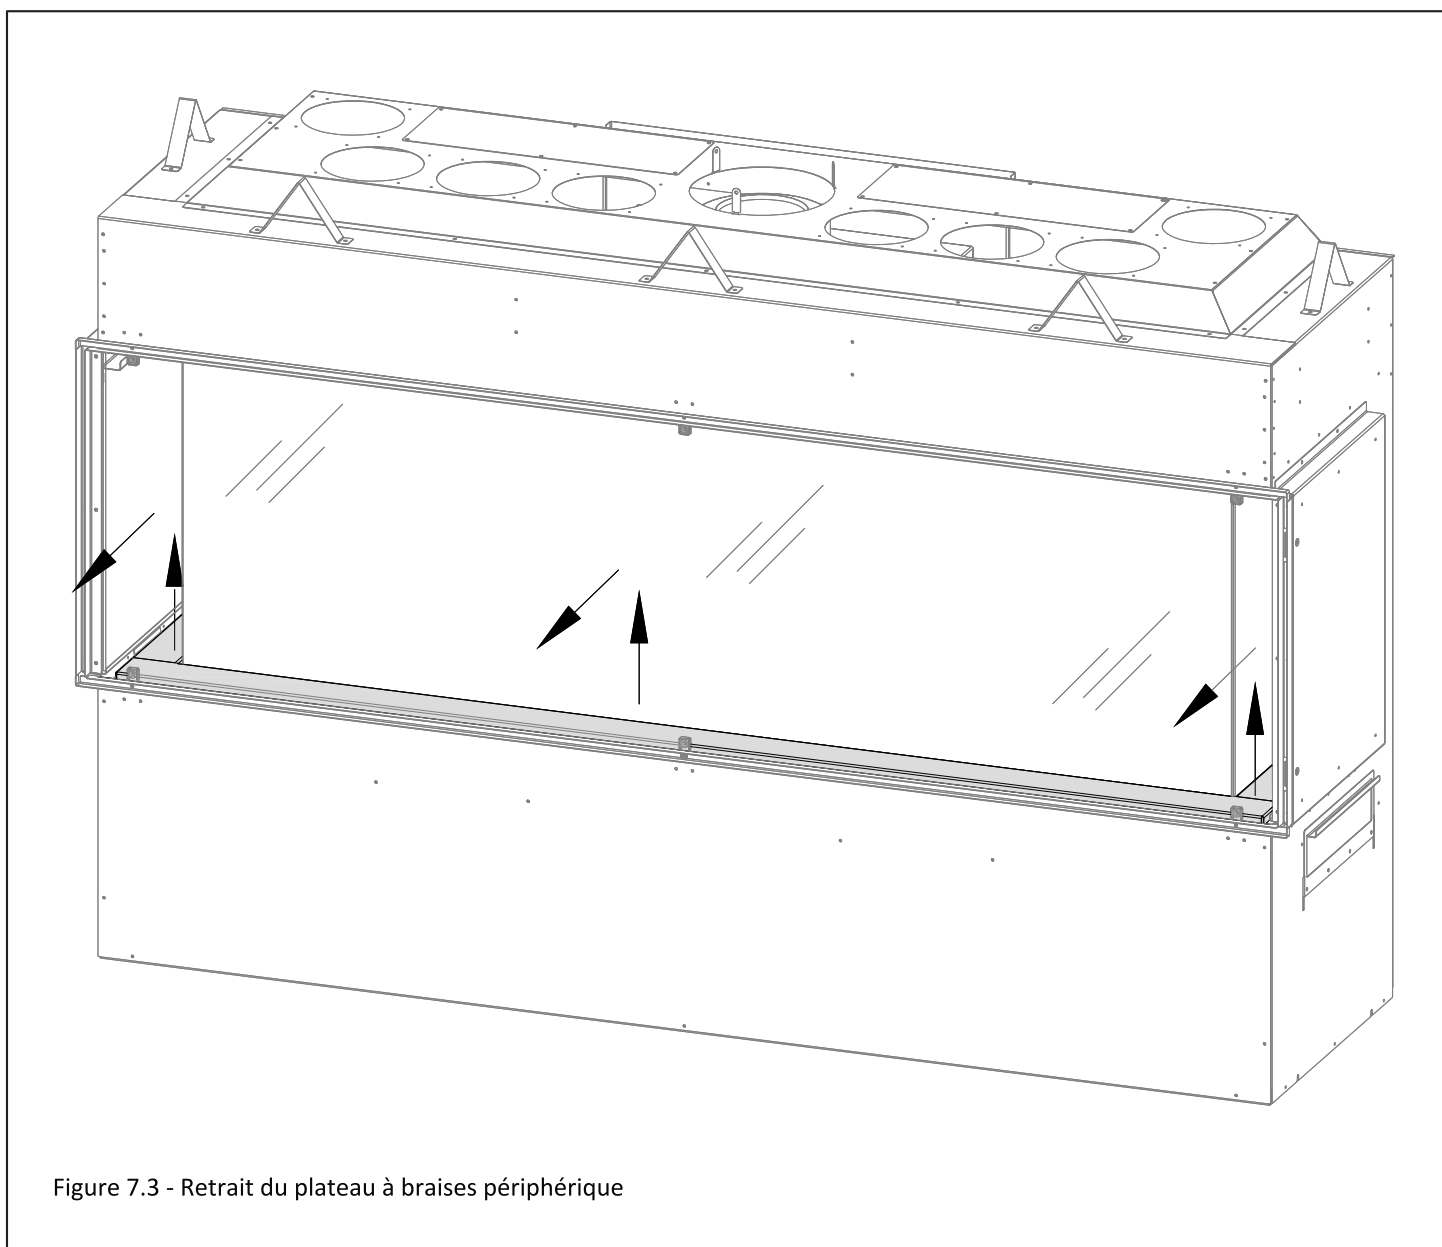

Figure 7.3 - Retrait du plateau à braises périphérique
Après avoir retiré l'écran pare-étincelles, repérez les (2) vis à métal qui retiennent chaque pièce du plateau à braises (latérales et avant). Voir la Figure 7.3. Assurez-vous de pousser chaque plateau à braises vers la vitre du foyer, pour qu'il y ait un petit jeu entre le plateau à braises et le bord extérieur du foyer.
1. Retirez les panneaux du plateau à braise périphérique en les soulevant pour les sortir de leur fente d'installation. Voir Figure 7.3.